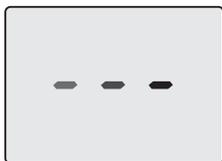

Figura 6.4
- Alimentare elettricamente la caldaia azionando l'interruttore bipolare previsto in installazione. Il display LCD visualizza il simbolo  (i trattini vengono accesi in sequenza per simulare uno scorrimento) (Figura 6.4).
- Spegnerne la caldaia tenendo premuto per 2 secondi il tasto 12 (Figura 6.5) fino a far apparire sul display LCD il simbolo  (i trattini vengono accesi in sequenza per simulare uno scorrimento) (Figura 6.4).